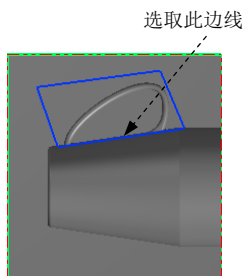

图 21.18 绘制边界
Step1. 绘制边界。单击顶视图 按钮，选择下拉菜单 **绘图(C)** → **线(L)** → **绘制任意线(E)...** 命令，系统弹出“直线”工具栏，绘制图 21.18 所示的图形（只需绘制大概轮廓即可，具体操作参看操作视频）。单击 **✓** 按钮，完成任意直线的绘制。
(2) 单击“刀具路径的曲面选取”对话框中的 **Containment boundary** 区域的 按钮，系统弹出“串联选项”对话框，采用“串联方式”选取图 21.18 所示的边线。单击 **✓** 按钮，系统返回至“刀具路径的曲面选取”对话框。单击 **✓** 按钮，系统弹出“曲面残料粗加工”对话框。